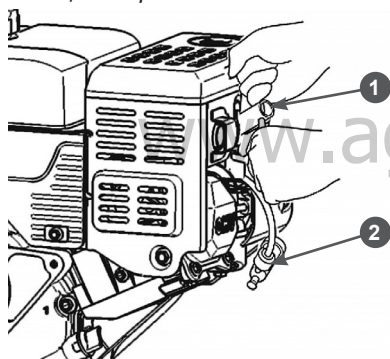

Рис. 37. Обслуживание свечи зажигания
1. Снимите со свечи зажигания колпачок 1 высоковольтного провода и удалите грязь вокруг свечи зажигания (Рис. 37).
2. Открутите свечу зажигания свечным ключом 2 (Рис. 37).